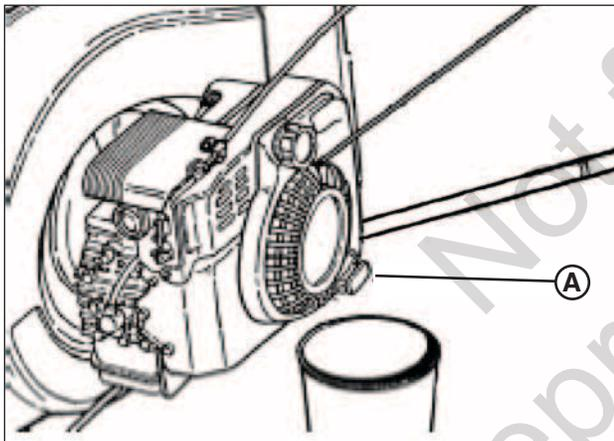

Figure 15: Vidanger l'huile du moteur
2. Retirer la jauge d'essence (A, Figure 15), puis renverser la tondeuse sur son côté. Laisser l'huile se vidanger en la faisant passer du tube du graisseur dans un récipient approprié. Éliminer l'huile usagée de façon appropriée.